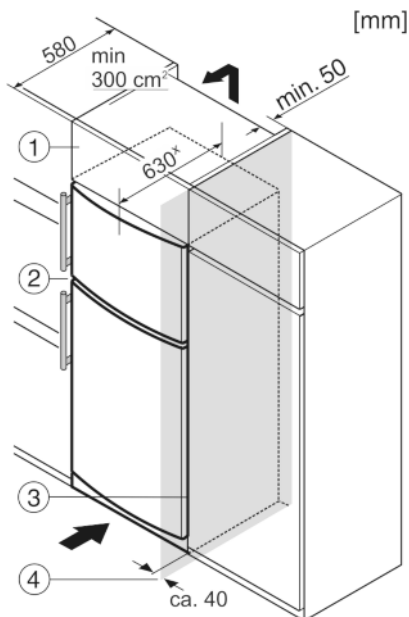

Fig. 7
- (1) Дополнительный шкафчик
- (2) Устройство
- (3) Кухонный шкаф
- (4) Стенка
Устройство может быть окружено кухонными шкафами. Чтобы уравнивать устройство Fig. 7 (2) по высоте с кухонной стенкой, можно установить над устройством дополнительный шкафчик Fig. 7 (1).
При комбинировании с кухонными шкафами (глубина макс. 580 мм) устройство можно установить непосредственно рядом с кухонным шкафом Fig. 7 (3). Устройство выступает сбоку на 34 мм* и по центру на 50 мм* относительно передней стенки кухонного шкафа.
Если устройство установлено на шарнирах у стены Fig. 7 (4), то расстояние между устройством и стеной должно быть не менее 40 мм. Настолько выступает ручка при открытой дверце.